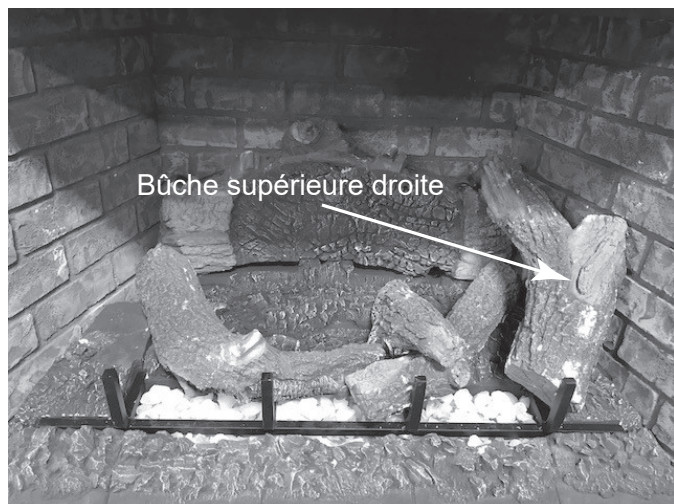

Figure 11.18
- Alignez la bûche supérieure droite en plaçant l'encoche située au bas de celle-ci sur le repère de positionnement situé sur le dessus de la poutre arrière. La partie avant de la bûche s'adapte autour de la barre droite de la grille. Voir la figure 11.18.
- Placez une petite quantité de morceaux d'un diamètre de 1/2 po de laine minérale sur le bac du brûleur, comme il est indiqué à la figure 11.18. La laine minérale peut être disposée sans être tassée sur les orifices du bac du brûleur. NE les pressez PAS dans les orifices des ports du brûleur. Cela permet d'obtenir un « effet de braises ».